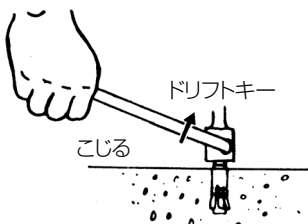

図 8
- (4) 打込み後はドリフトキーでアンカーを分離します。(図 8)